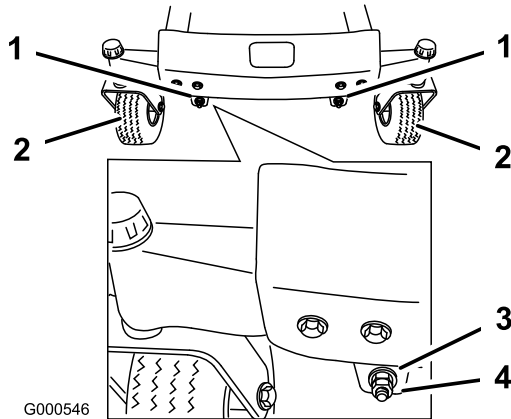
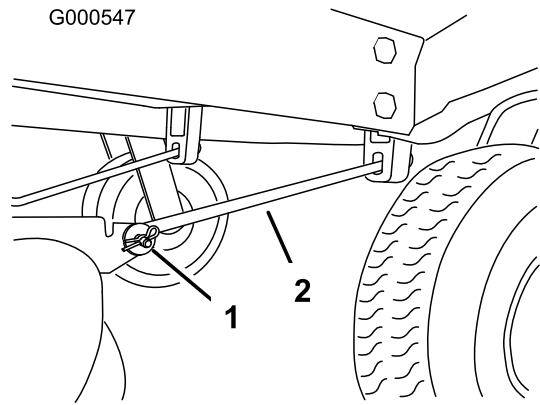

Figura 56
Figura 57
11. Para ajustar la inclinación longitudinal, retire las contratueras y luego gire las tuercas de ajuste de la parte delantera del cortacésped (Figura 56).
13. Después de ajustar en la misma medida ambas tuercas de ajuste, verifique de nuevo la inclinación longitudinal. Siga ajustando las tuercas hasta que la punta de la cuchilla más avanzada esté entre 1,6-7,9 mm más baja que la punta de la cuchilla más atrasada (Figura 56).
Nota: Después de ajustar las tuercas de ajuste, asegúrese de que no hay ninguna holgura en ninguna de las varillas (Figura 57). Apriete cualquiera de ellas para eliminar la holgura, si la hubiera (Figura 56).
4. Retire el pasador de horquilla y la chaveta de la varilla de soporte delantera de cada lado del cortacésped (Figura 57).
8. Conecte las varillas de soporte delanteras a la máquina con los pasadores y las chavetas (Figura 57).